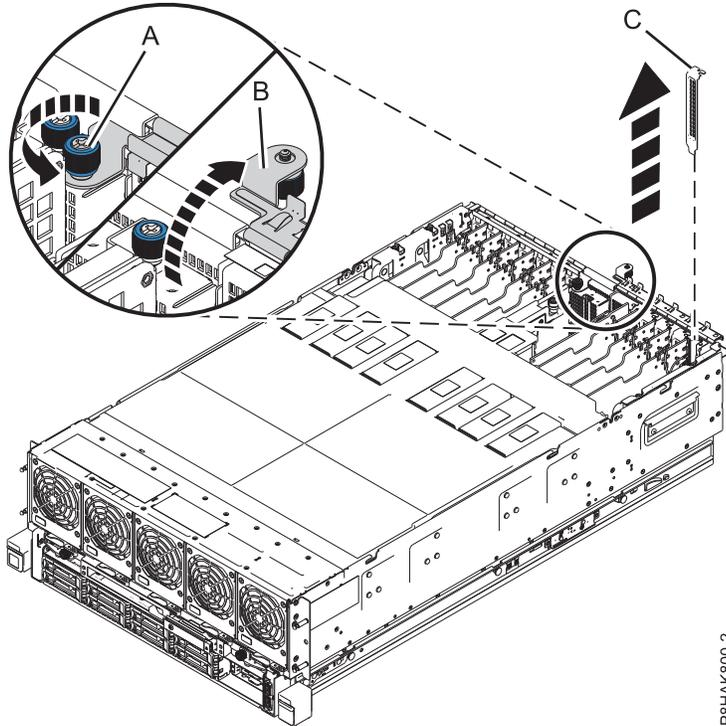

Figure 11. Retrait d'un obturateur d'un emplacement de carte PCIe sur le système 8408-44E ou 8408-E8E
- a. Dévissez complètement la vis moletée captive du support de fixation d'E-S. Voir (A) dans la figure 11, à la page 18.
- b. Ouvrez le support de fixation d'E-S en le faisant pivoter vers le haut et en l'éloignant du système. Voir (B) dans la figure 11, à la page 18.
- c. Pour retirer l'obturateur, saisissez-le avec précaution (C) par son bord supérieur ou sa contre-poupée et retirez-le du système. Voir figure 11, à la page 18.